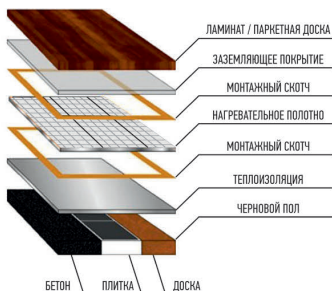
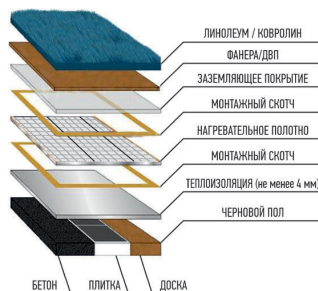

Рис. 2
Рис. 3
### 5.1. Варианты монтажа под различные напольные покрытия – рис. 2 и рис. 3
5.4.22. Протестируйте систему обогрева. Включите систему и установите температуру пола на терморегуляторе не более 35 °С. Проверьте нагрев каждой полосы теплого пола. Убедившись в исправной работе нагревательных элементов, отключите систему. Накройте нагревательное полотно заземляющим покрытием (приобретается отдельно), закрепив его при помощи скотча, после чего подключите его к заземлению (рис. 2, стр. 4).
5.4.23. Под линолеум и ковролин поверх заземляющего покрытия необходимо уложить фанеру или ДВП толщиной не менее 3 мм (рис.3, стр. 4). Монтажные элементы (гвозди, шурупы) стр.4. должны находиться между токоведущими шинами нагревательного полотна. Для этого при укладке полотен сделайте на стене отметки, указывающие на места соединения полотен, свободные от токоведущих элементов, а также от черных нитей. После укладки фанеры или ДВП, с помощью отбивочного шнура, перенесите разметку на поверхность материала.